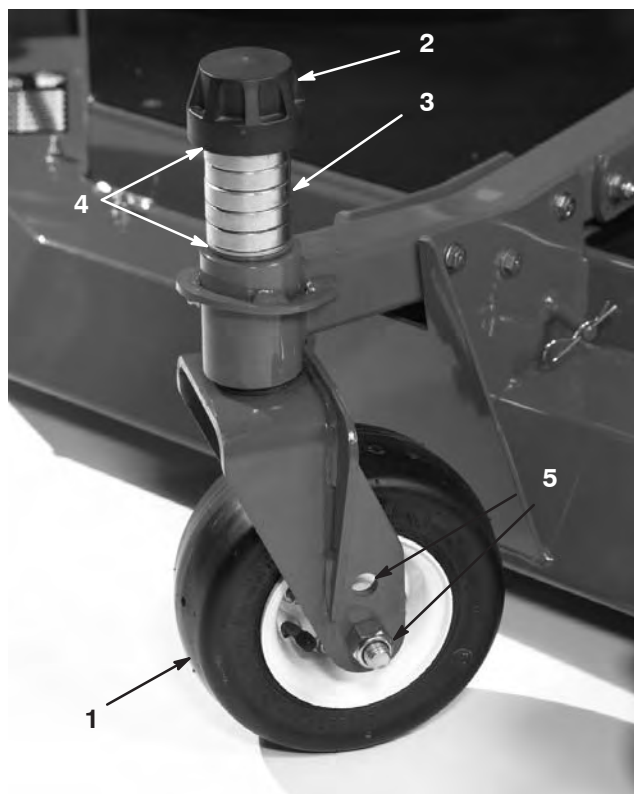

Bild 20
11. Setzen Sie die 1/8 Zoll-Beilagscheiben an den Laufradgabeln auf der jeweiligen Schnitthöhe ein, die auf dem Schild angezeigt wird (Bild 20); siehe „Einstellen der Mähwerkneigung“.